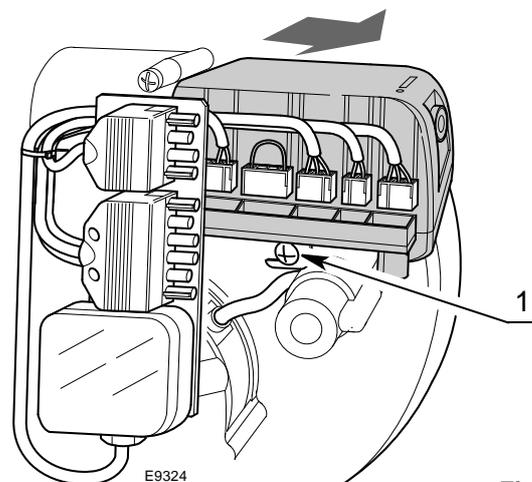

Fig. 17
- sconnettere tutti i connettori ad essa collegati, la spina a 4 poli, la spina a 6 poli, i cavi di alta tensione ed il filo di terra (TB);
- svitare la vite 1)(Fig. 17) e tirare l'apparecchiatura nel senso della freccia.
- avvitare la vite 1)(Fig. 17) con una coppia di serraggio da $1 \div 1,2$ Nm;